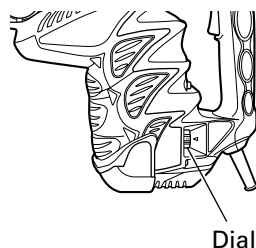

Fig. 3
- (3) Tire de la herramienta y compruebe que se encuentre completamente bloqueada.
- (4) Para extraer la herramienta, tire completamente de la empuñadura en el sentido de la flecha y tire hacia afuera de la herramienta.
7. Regulación de número de rotaciones e martilleo (Fig. 3)